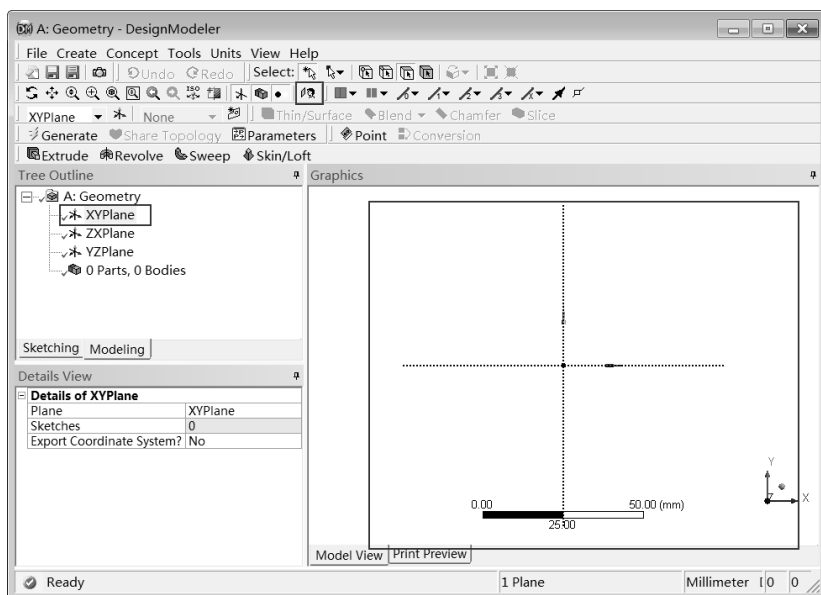

图 9-5 选择草绘平面
Step3 :选择 Tree Outline 中的 XYPlane 选项 ,然后在工具栏中单击  按钮 ,如图 9-5 所示 ,此时 XY 平面自动旋转至与屏幕平行。